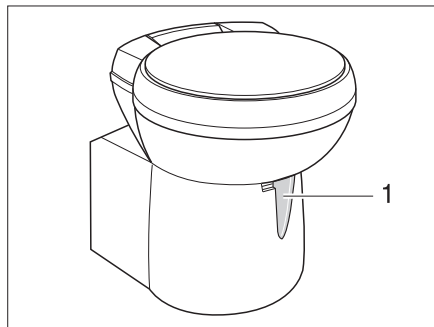

Bild 276 Thetford-Toilettenschüssel, schwenkbar
- Vor dem Spülen den Schieber der Thetford-Toilette öffnen. Dazu den Schieberhebel (Bild 276,1) entgegen dem Uhrzeigersinn schieben.